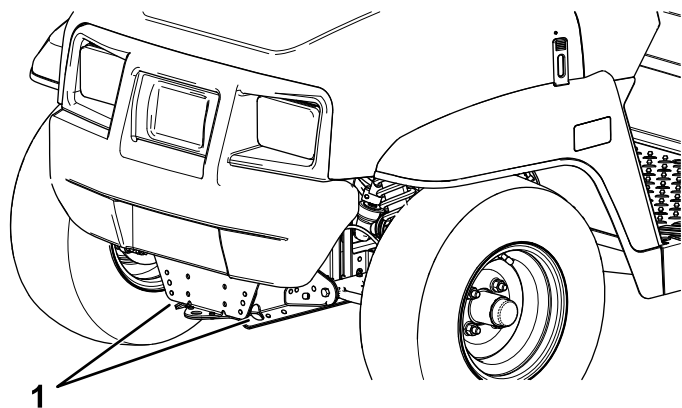
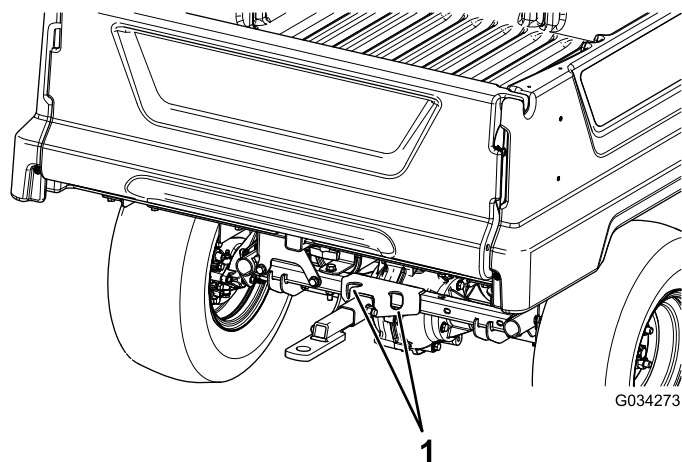

図 21
図 22
ロープがけポイントについては 図 21 と 図 22 を参照してください。
2. 機体前部にある牽引トングにロープなどの牽引索を取り付ける 図 21。